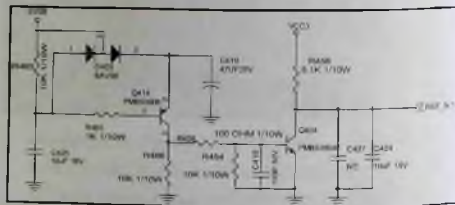
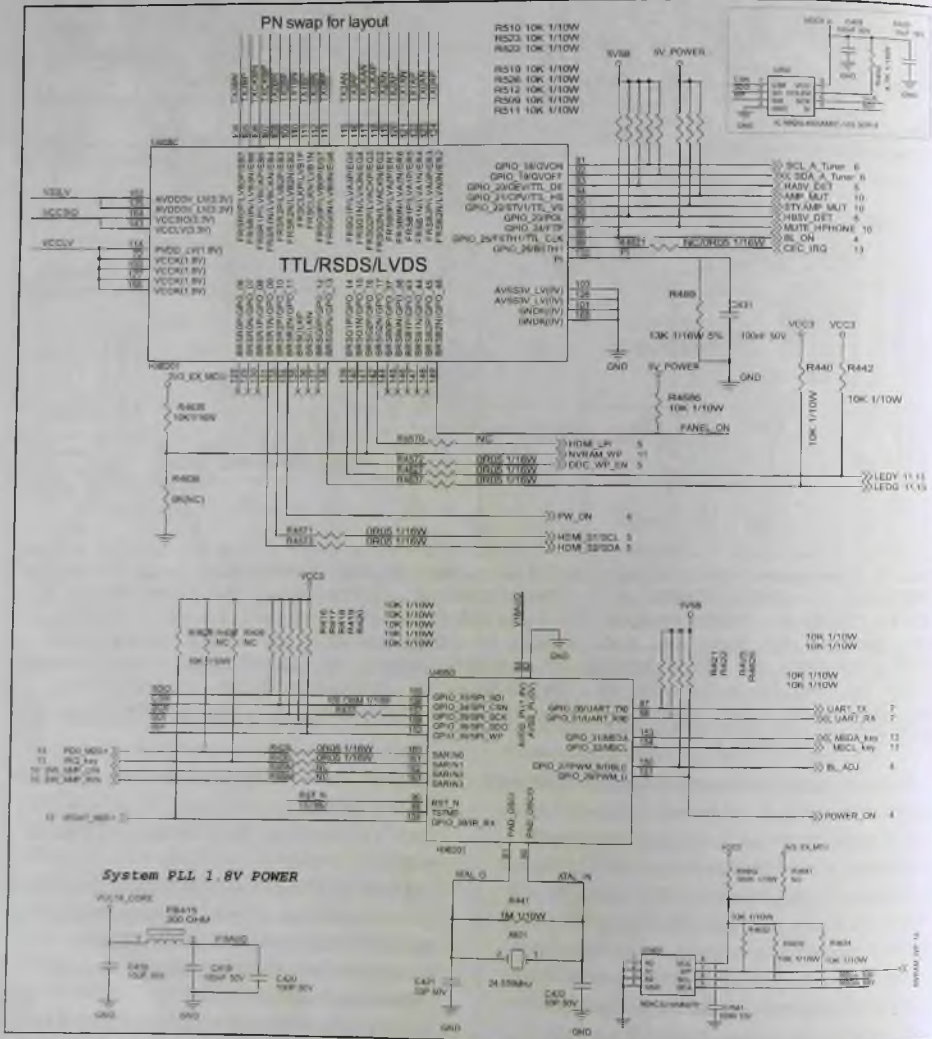
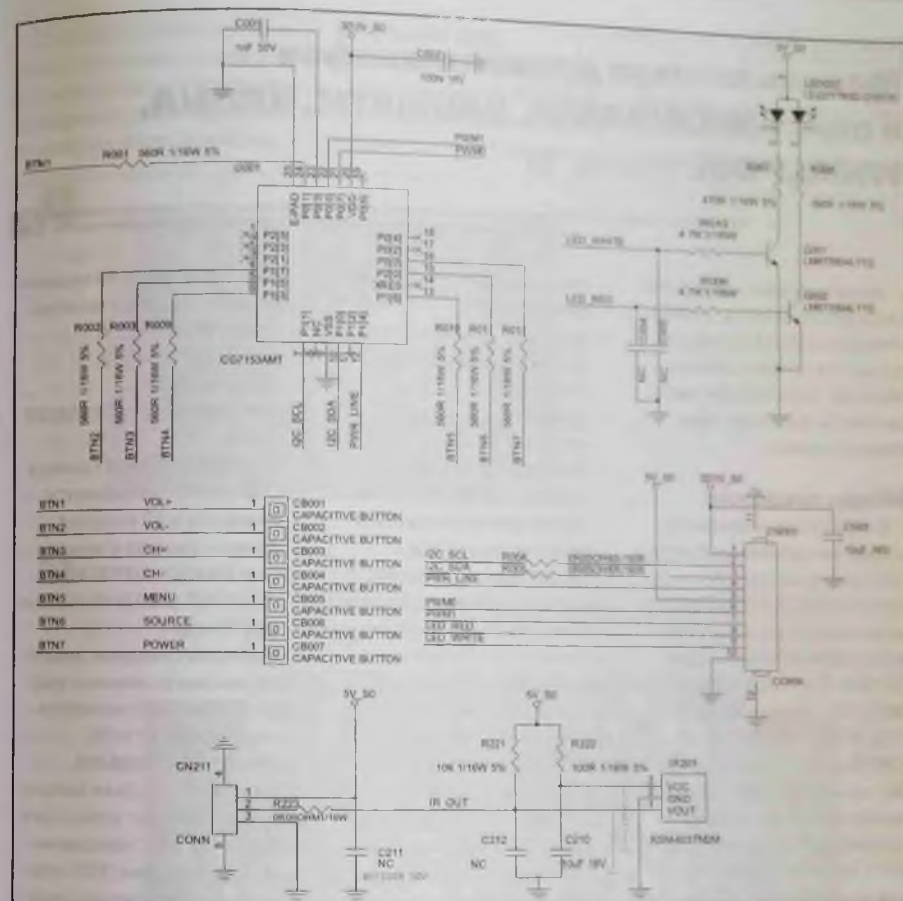

Рис. 5. Схема узла формирования сигнала сброса МП RST_N
Рис. 7. Фрагмент принципиальной схемы главной платы с управляющим микроконтроллером в составе МП и ИМС памяти NVRAM и SPI FLASH
Рис. 10. Принципиальная электрическая схема плат панели управления и ИК приемника
В составе МП имеется тактовый генератор с внешним кварцевым резонатором X401 частотой 24, 576 МГц, подключенным к выв. 80, 81 U405. Сигнал аппаратного сброса МП RST_N формируется на выв. 90 МП при подаче напряжения питания 5 В (5VSB) от основного ИП схемой на элементах C425, Q414, Q404 (рис. 5). Это импульс отрицательной полярности на коллекторе Q404, длительность которого определяется временем заряда конденсатора C425 (10 мкФ) от источника 5VSB через резистор R465, она составляет около 400 мс.
- с контакта 8 – сигнал V_IPWM (или BL_ADJ), ШИМ сигнал регулировки яркости подсветки формируется на выв. 150 U405 (см. рис. 7), сигнал транзитом через плату БП поступает на плату LED-драйвера;
- с контакта 9 – сигнал включения подсветки BL_ON, формируется на выв. 98 U405 (см. рис. 7) и также поступает на плату LED-драйвера;
На рис. 10 приведена принципиальная электрическая схема плат панели управления и ИК приемника. Для управления 2-цветным LED-индикатором режима работы LED007, размещенным на плате панели управления, на главной плате формируются сигналы LED_Y (выв. 139 МП на рис. 7) и LED_G (выв. 138 МП).
Все кнопки BTN1-BTN7 на плате панели управления сенсорного типа. Они подключены к 8-битному микроконтроллеру U001 типа CG7153AMT (рис. 10), который преобразует сигналы от кнопок в последовательный код (сигналы PWM1, PWM0), который подается на МП и обрабатывается управляющим ПО.
При наличии питания процессора проверяют исправность тактового генератора — сигнал частотой 24,576 МГц на выводах U405 (рис. 7), а также формирование сигнала аппаратного сброса на выв. 90 МП при подаче питания (см. рис. 5). При отсутствии сигналов проверяют соответствующие внешние элементы МП.
Если эти сигналы присутствуют, в заключение проверяют шины интерфейсов I²C и SPI, связывающие процессор с микросхемами памяти U402 и U7407 (см. рис. 7): наличие на этих шинах кратковременного обмена данными при подаче